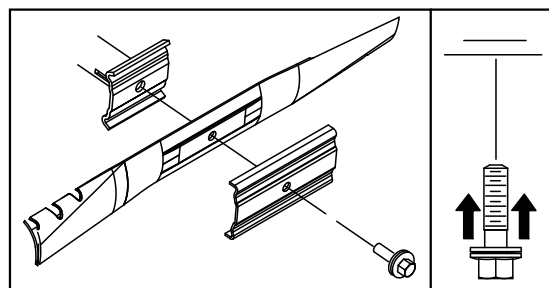

Figura 23
5. Montate la lama nuova (ruotate il bullone della lama in senso orario) e tutti gli elementi di fissaggio (Figura 23).